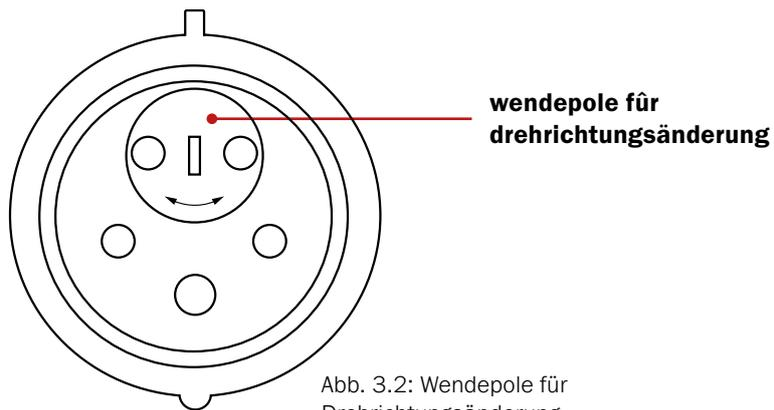

Abb. 3.2: Wendepole für Drehrichtungsänderung
**Abhilfe:** Mit dem Schraubenzieher die Wendepole des Netzsteckers um 180° verdrehen. (vgl. Abb. 3.2).